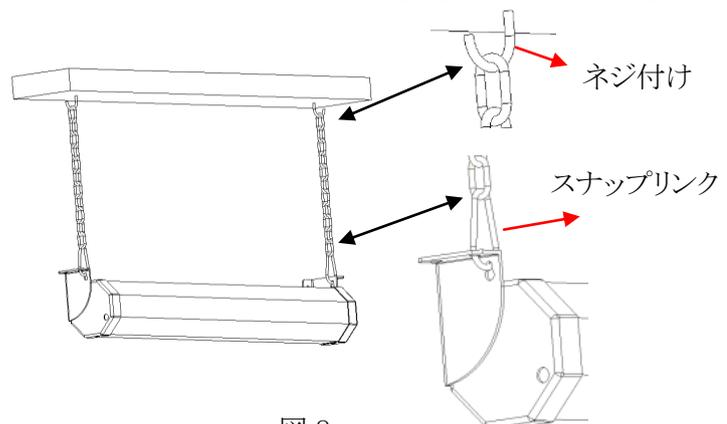

図 8
3. 天井にドリルで開けた穴に壁用アンカーを挿入し、ネジをチェーンの取り付け部分からアンカーに通し、アンカーが取れないようしっかりとネジを締めます(図 8)。
5. スクリーンのエンドキャップをチェーンの一番下にあるスナップリンクに取り付けて、吊り下げます(図 8)。